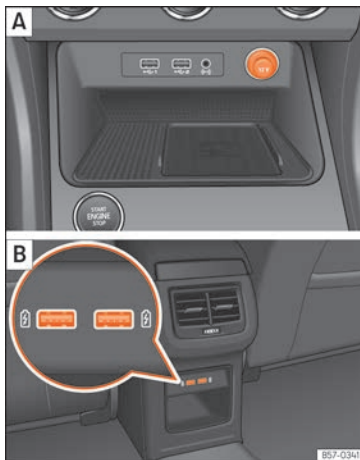

Fig. 168 [A] Consolle centrale: presa di corrente a 12 V anteriore. [B] Parte posteriore della consolle centrale: prese elettriche USB.
- Estrarre il coperchio situato nella console centrale della presa elettrica »» **fig. 168** **[A]**.
Queste entrate USB si trovano nella parte posteriore della console, tra i sedili anteriori »» **fig. 168** **[B]**. Questi connettori possono funzionare ad una potenza massima di 10,5 W per porta.